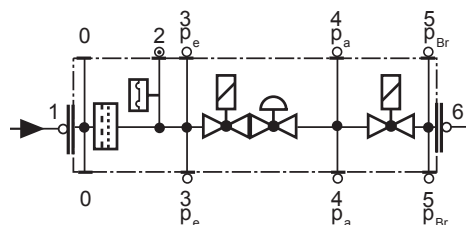

Fig. 13
- Pulire o sostituire il filtro se la differenza di pressione fra i punti 1 e 3 (Fig. 13) è $\Delta p > 10$ mbar.
- Pulire o sostituire il filtro se la differenza di pressione fra i punti 1 e 3 (Fig. 13) risulta raddoppiata dall'ultimo controllo.